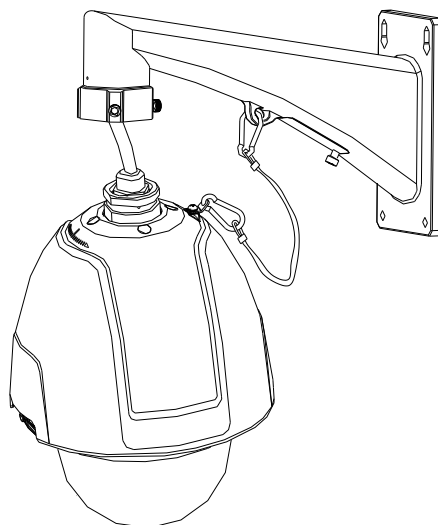

Abbildung 1.2.9 Kabelführung und Sicherheitsseilmontage
4. Haken Sie das Sicherheitsseil des Dome-Gehäuses an der Halterung ein. Führen Sie die Kabel vom Gehäuse durch die Halterung (siehe Abbildung 1.2.9).